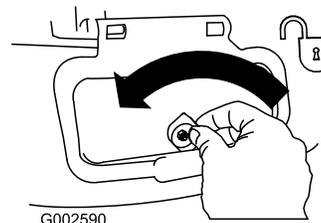

Рисунок 31
1. Разблокируйте крышку бокового выпускного отверстия (Рисунок 31).